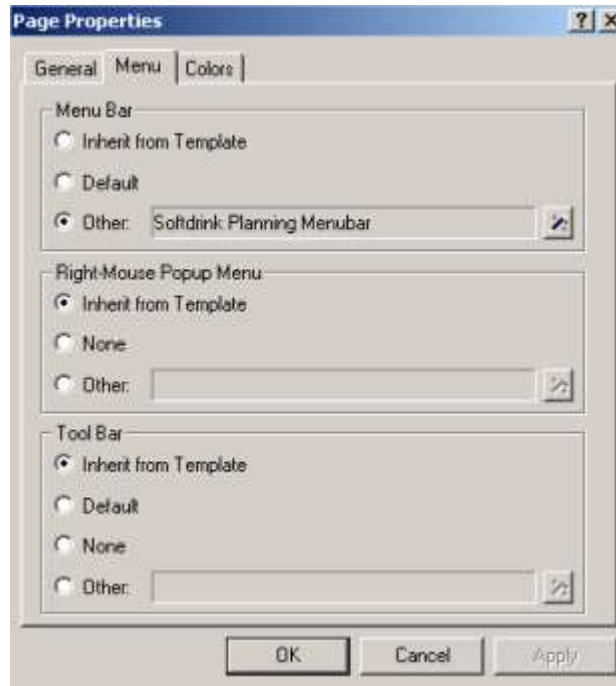

图 13.18: Page Properties 对话框的 Menu 标签
- 选择” Other” 作为 Menu Bar 选项（见图 13.18）